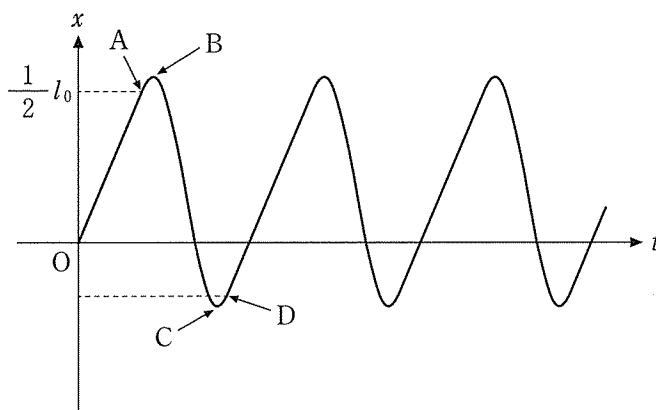

図 3
問 2 次に、ベルトが右向きに速度 V [m/s] で動いている場合を考える。物体をベルトの上にゆっくりと置き、その後の物体の運動を観察すると、物体の位置 x [m] は時間 t [s] の関数として図 3 のように変化した。なお、物体が最初に原点 O を正の向きに通り過ぎた瞬間の時刻を 0 とした。物体は、図 3 の A まではベルトと一体となって動き、 A で滑りを開始した。滑りを開始した後の B において、ばねの伸び量は最大となった。 B で運動の向きが反転してしばらくした後、再度 C で速度が 0 になり運動の向きが反転した。その後、 D で物体の速度は V となり再びベルトと一体となって動き始めた。以降は、物体はベルトと一体となって動く状態と滑っている状態を繰り返しながら振動した。
- (10) 図 3 の A でのばねの伸び量が $\frac{1}{2} l_0$ であることに注意して、静止摩擦係数 μ_0 を k , l_0 , m , g を用いて表せ。
(12) 図 3 の A から D への運動における物体にはたらく動摩擦力の向きについて正しい記述を下記の(a)~(d)の中から 1 つ選べ。